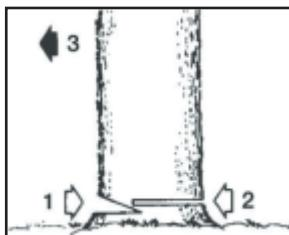

Рис. 16
- Определите направление падания дерева (3) Рис. 16 с учетом ветра, расположение больших веток, удобство работы после повала дерева и другие факторы.
- Выполните надрез вглубь дерева на одну треть со стороны завала (1).